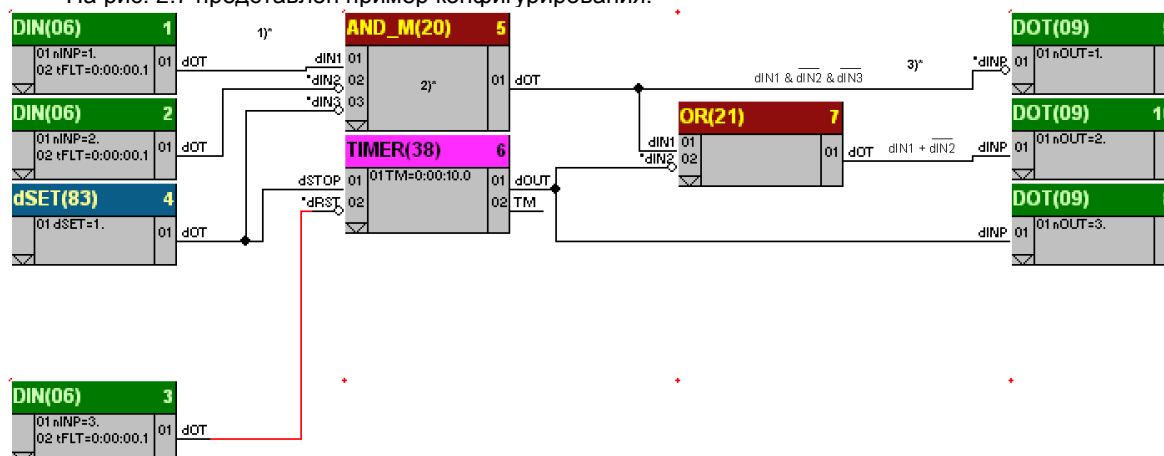

Рисунок 2.7 - Пример конфигурирования
Возможности конфигурирования не зависят от функционального блока и определяются следующими правилами (рис. 2.7):
На рис. 2.7 представлен пример конфигурирования.
На рис. 2.7 представлены различные примеры и варианты конфигурирования:
3) Выходной сигнал функционального блока многовходового И 5-MULTI_AND(20)-03 подается на 1-й дискретный выход регулятора, для чего на вход 01 блока дискретного выхода 9-DOT(09) подключен 01 выход блока многовходового И 5-MULTI_AND(20)-03. Сигнал на входе 01 функционального блока дискретного выхода 9-DOT(09) инвертируется.
4) На рис.2.7 показана инверсия входов следующих функциональных блоков: